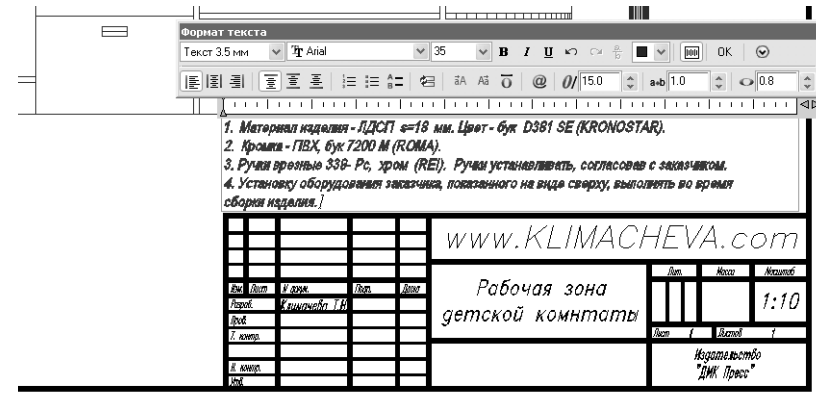

Рис. 10.34 ▼ При редактировании многострочного текста можно изменить размер гарнитуры шрифта и другие параметры, не меняя стиль
8. Откройте список шрифтов, который находится справа от списка стилей, и выберите из него шрифт **Arial**, а затем измените коэффициент уплотнения в правом нижнем углу окна **Формат текста** (Text Formatting), установив значение **0.8** (рис. 10.34).